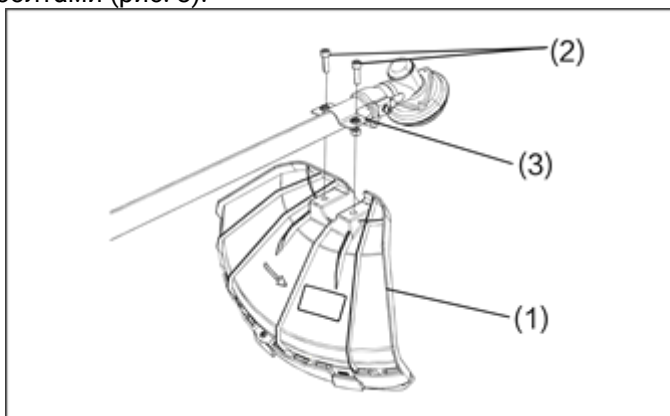

Рисунок 3. Схема встановлення захисного кожуха на «штангу».
1. Для роботи дисковим ножом з лезами встановити захисний кожух та закріпити болтами (рис. 3).